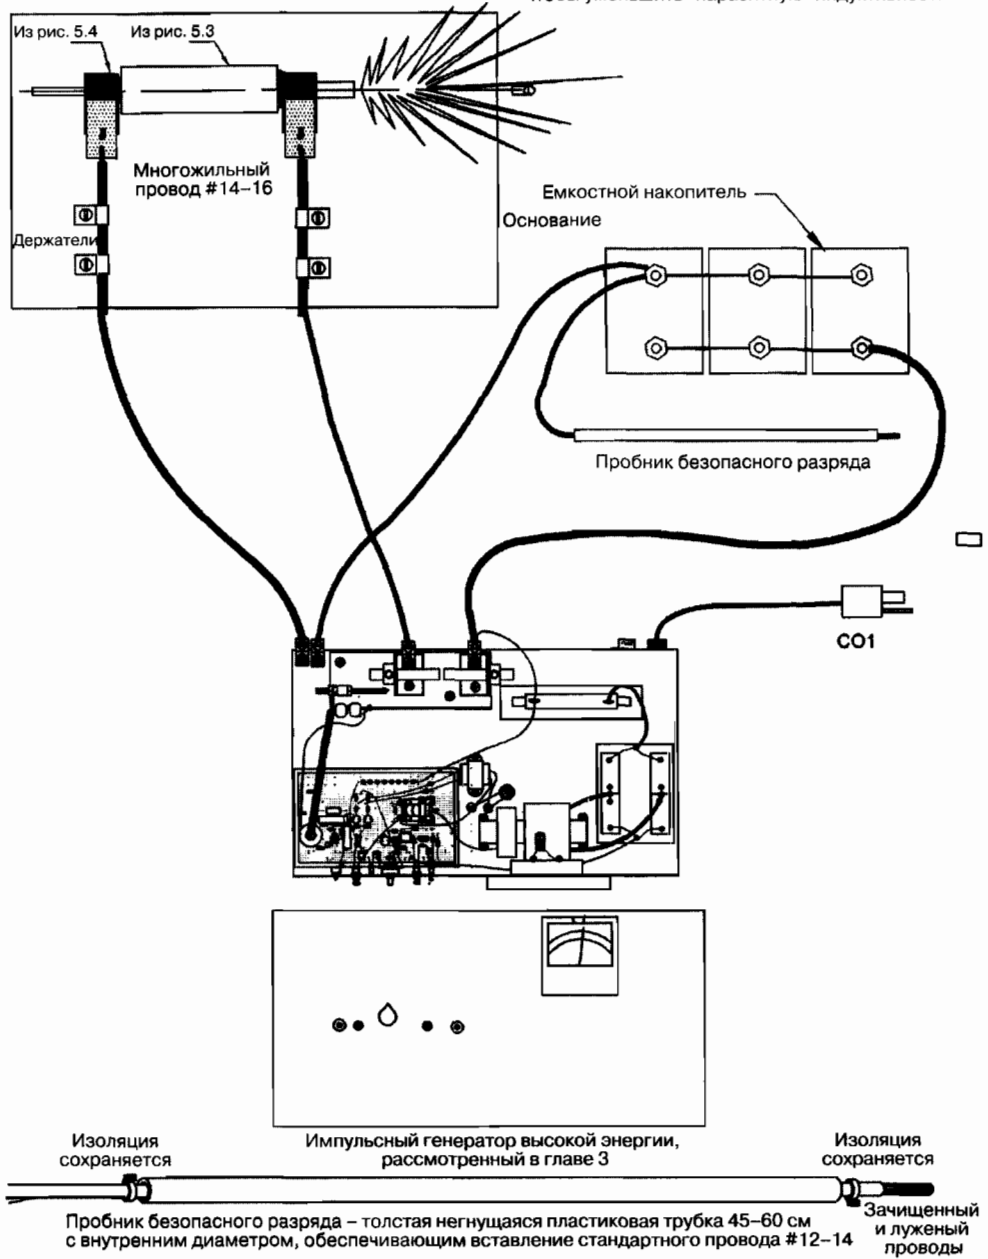

Рис. 5.7. Схема подключения термического плазменного ружья
7. Выполните соединения, как показано на рис. 5.7. Используйте как минимум провод #16. Провода должны быть короткими и прямыми.
11. Подключите импульсный генератор высокой энергии, как показано на рис. 5.7. Обратите внимание, что в данном проекте не используется катушка индуктивности L2.